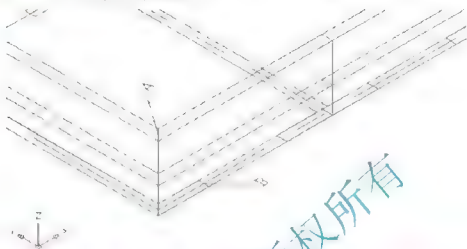
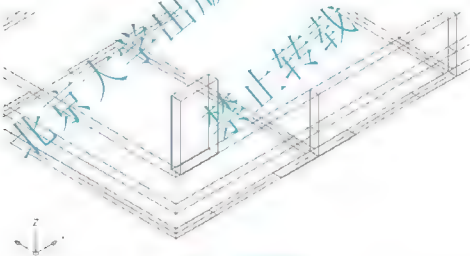

图 6.13 多段线起点 A 点的位置
图 6.14 绘制窗间墙
(2) 启动【多段线】命令(快捷键 PL)。
① 在指定起点: 提示下, 捕捉如图 6.13 中所示的 A 点作为多段线的起点。由于当前线宽为“240”, 所以不需修改线的宽度。
② 在指定下一点或 [圆弧(A)/闭合(C)/宽度(W)]: 提示下, 捕捉如图 6.13 中所示的 B 点作为多段线终点, 按 Enter 键结束命令, 结果如图 6.14 所示。
- 图 6.13 中的 A 点和 B 点并不在一个水平面上, 但绘制出的多段线的起点和终点却在一个水平面上, 这是因为【多段线】命令是一个二维绘图命令, 多段线的 Z 坐标值是由起点的坐标值决定的, 所以多段线的终点并不与 B 点相重合, 这是绘制三维模型时的一个技巧。